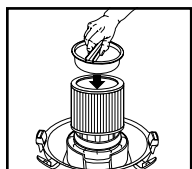

FIGURA 15
22. Coloque el retenedor del filtro dentro de la parte superior del filtro de cartucho. **FIGURA 15.**